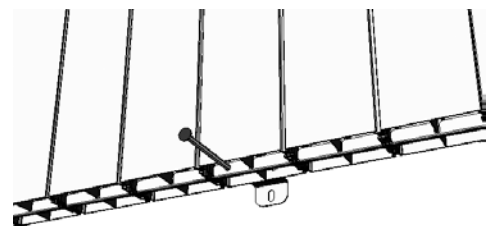

Figura 6
- Una vez haya colgado el aparato en la pared, marque el orificio libre del soporte de pared (figura 6).
- Por último, cuelgue el radiador en los ganchos y atornille el soporte de pared firmemente a la pared (figura 6).